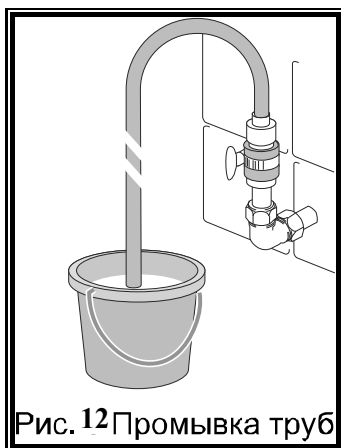

Рис. 12 Промывка труб
6.15 До подсоединения труб холодного водоснабжения к душу необходимо тщательно промыть всю систему холодного водоснабжения для удаления металлической стружки и прочих посторонних частиц, которые могли попасть в систему во время сборки (см. рис. 12).